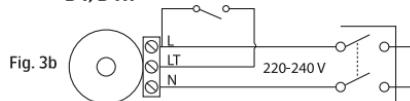

Fig. 4
5. Elektrisk tilkopling må utføres av autorisert installatør i henhold til koplingsskjema, Fig. 3a - 3b. Sørg for at ca. 25 cm kabel er tilgjengelig fra kabelinngang slik at el-tilslutning kan utføres senere. Tilkoplingspunkter fremgår av Fig. 4. Hull for strøminntak er stanset ut og dekket av tynn plast som penetreres.